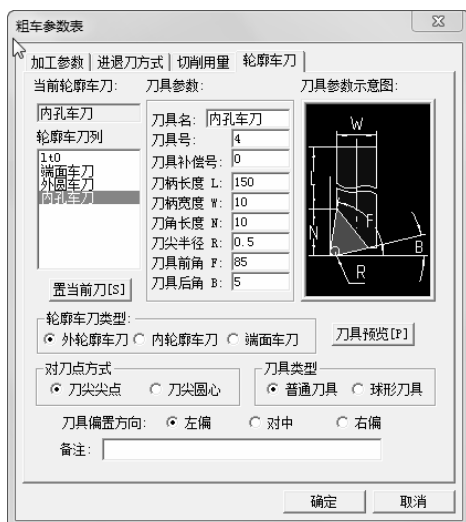

图 6-82 精车内孔车刀参数设定
4) 单击“轮廓车刀”选项卡，如图 6-82 所示。选择刀具库中刀具方法如下：在“轮廓车刀列表”下面的复选框中直接单击“内孔车刀”按钮，使它变为蓝色，然后单击“置当前刀”按钮，即调出了上一节在刀具库中设置的外圆车刀，具体参数如图 6-82 所示。